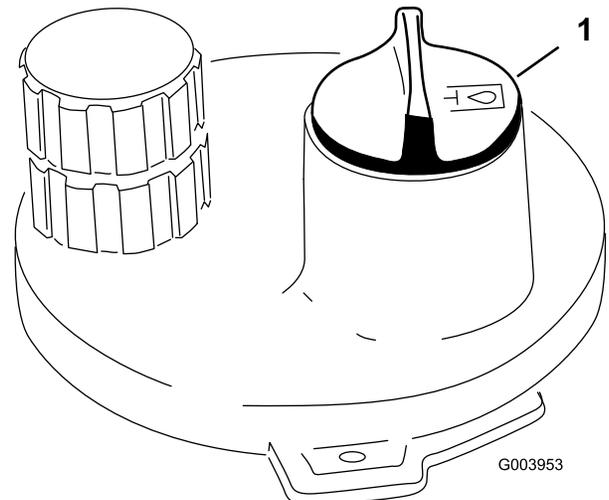

Bild 37
3. Reinigen Sie den Bereich um den Einfüllstutzen und den Deckel des Hydraulikbehälters (Bild 37). Schrauben Sie den Deckel vom Einfüllstutzen ab.